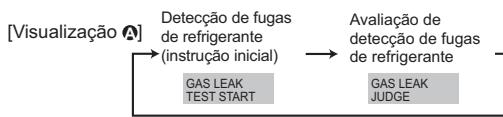

Fig. 8-2
- ② Prima o botão **CLOCK** (▼) e seleccione [GAS LEAK TEST START] (Iniciar teste de fuga de gás). (Fig. 8-2)